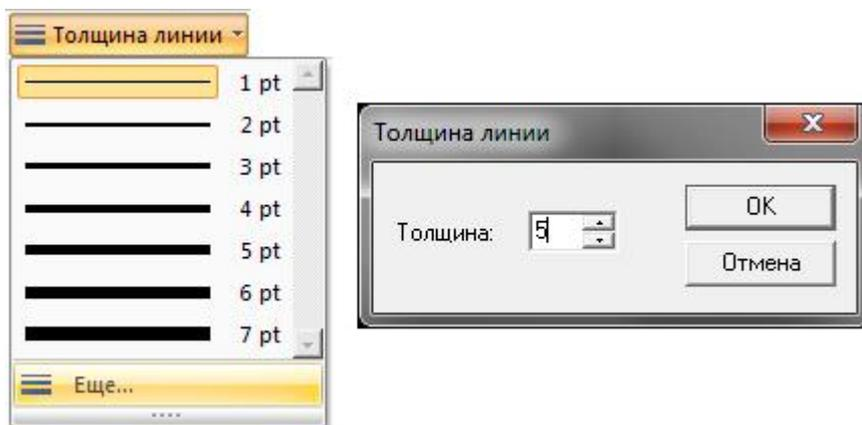

Рисунок 266 – Команда «Толщина линии»
**Команда «Толщина линии»** позволяют изменять толщину линии от 1pt до 7 pt. Команда «Ещё...» позволяет устанавливать значение толщины линии от 1 до 100 (рисунок 266).